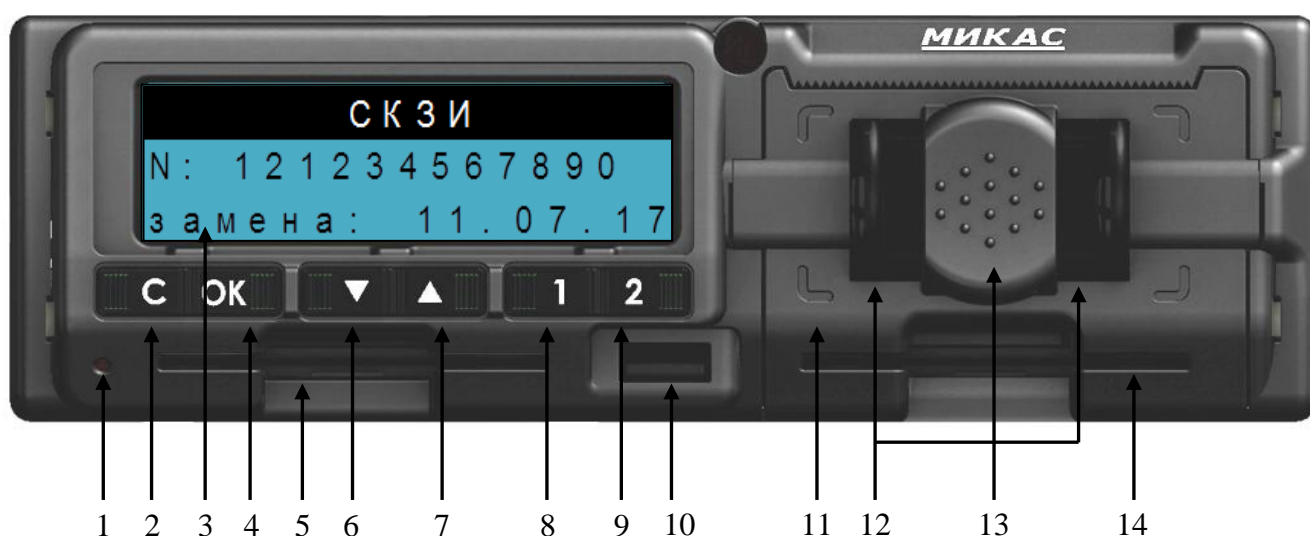

Рисунок 2.1 – Внешний вид передней панели тахографа
2.1.3 Значение индикатора **1** (рисунок 2.1) приведено в таблице 3.